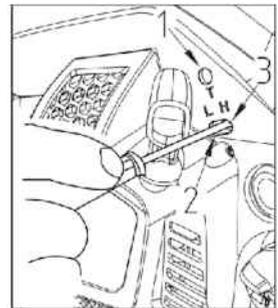

Рис. 10
Для регулировки выполните следующие шаги (рис. 10).
3. Поверните винт (Т) регулировки холостого хода (рис. 10 поз. 1) против часовой стрелки так, чтобы пыльная цепь не вращалась. При слишком низких оборотах холостого хода, поверните ви иг по часовой стрелке.